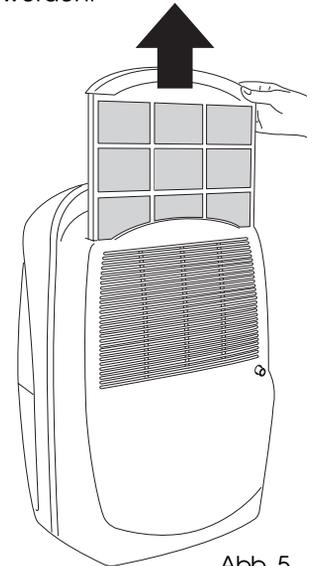

Abb. 5
- Zum Ausbauen den Luftfilter herausziehen (Abb. 5).